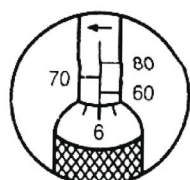

Fig 2
- Tourner la poignée dans le sens des aiguilles d'une montre jusqu'à ce que la graduation 6Nm sur le bord biseauté de la poignée soit alignée avec la ligne verticale sur le boîtier. (Fig 2)